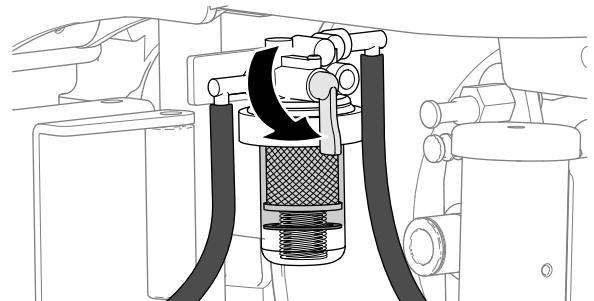

Figura 67
2. Si hay agua en el cuerpo del filtro de combustible, gire la válvula de cierre del combustible del separador de agua/combustible a la posición de CERRADA (Figura 67) y realice los pasos en Drenaje de agua del cuerpo de combustible \(página 55\).